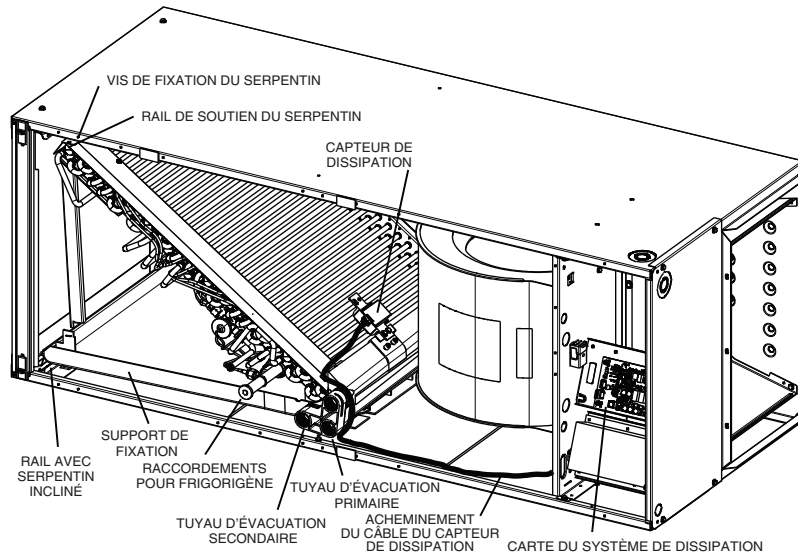

Figure 4 – Conversion en configuration à tirage horizontal à droite – Serpentin incliné uniquement
1. Retirez les panneaux d'accès et de montage de la soufflante et du serpentin (Figure 4).
6. Posez le ventilo-convecteur sur son côté droit et réinstallez le serpentin en orientant le bac de récupération des condensats vers le bas (Figure 4).
8. Rebranchez le faisceau de câblage du capteur en suivant l'acheminement indiqué (Figure 4).